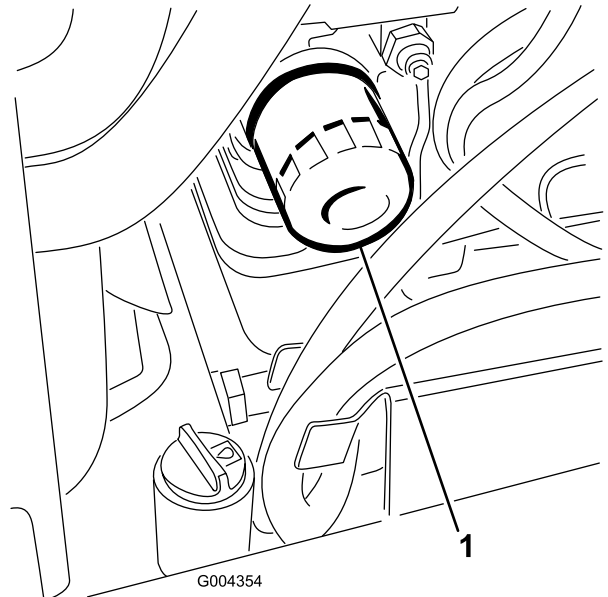

Figure 34
4. Enlevez le filtre à huile usagé (Figure 34) et essuyez la surface du joint de l'adaptateur.